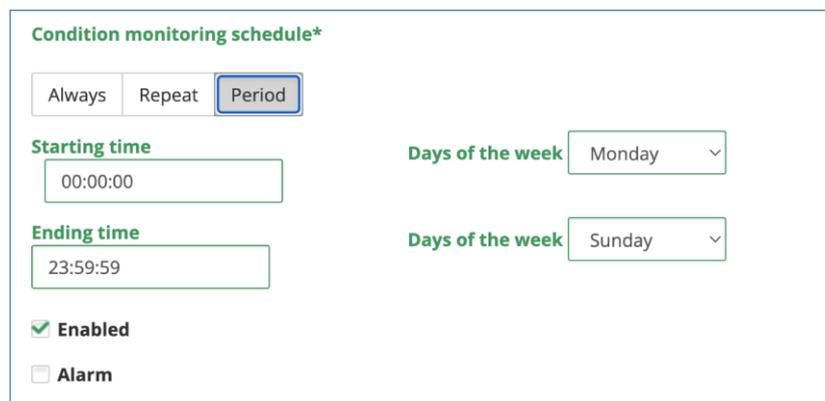

Abb. 8.5
- **Period** – Periode: geben Sie die Start-Uhrzeit und den -Wochentag sowie die End-Uhrzeit und den -Wochentag an. Die Ereignisbedingungen werden im angegebenen Zeitraum überprüft (Abb. 8.5).